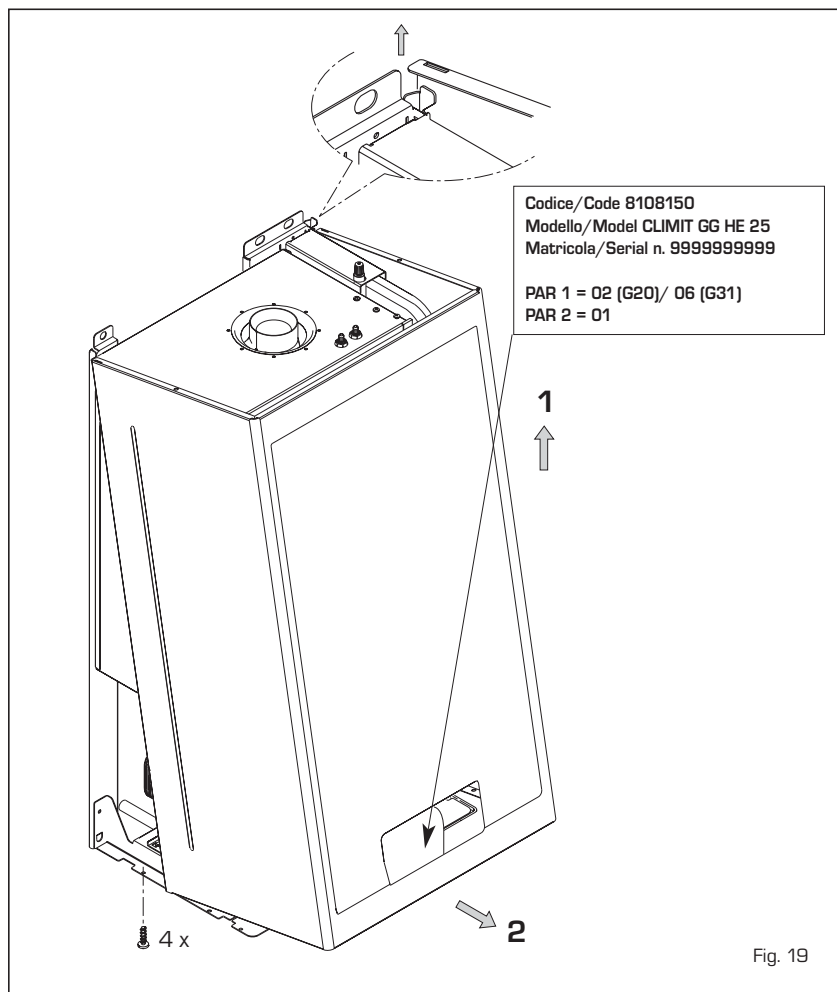

Fig. 19
4.4 DESMONTAJE DE LA ENVOLVENTE [fig. 19]
Para un fácil mantenimiento de la caldera es posible desmontar completamente el blindaje como se indica en fig. 19. Girar el panel de mandos hacia delante para acceder a los componentes internos de la caldera.